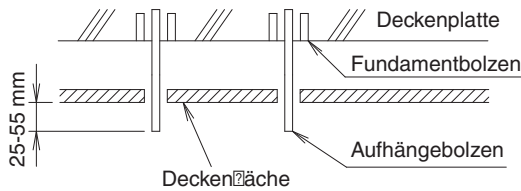

Abb. 9
(4) Bringen Sie die Aufhängebolzen an.
- Stellen Sie den Abstand des Aufhängebolzens von der Decke im Voraus ein. **(Siehe Abb. 9)**
- Die Teile in **Abb. 9** sind alle bauseitig bereitzustellen.